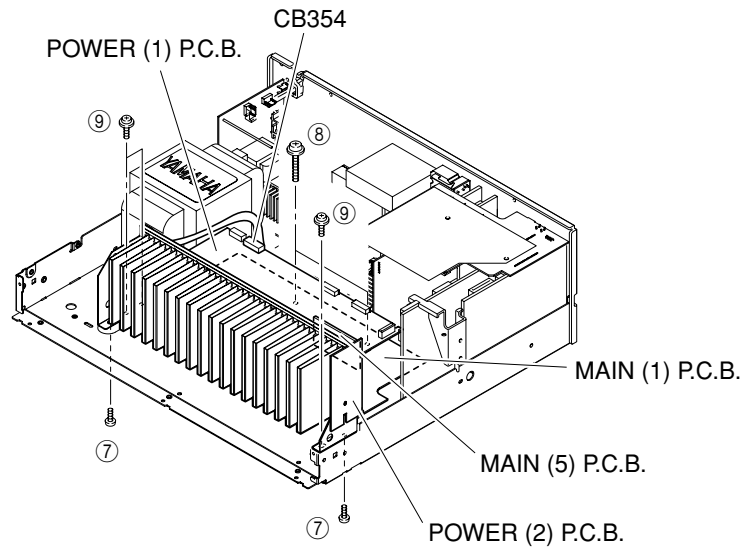

Fig. 5
5. Removal of MAIN (1), (5) and POWER (1), (2) P.C.B.s
- Remove CB354. (Fig. 5)
- Remove 2 screws (7), 2 screws (8) and 3 screws (9). (Fig. 5)
- Remove MAIN (1), (5) and POWER (1), (2) P.C.B.s. (Fig. 5)
5. MAIN (1)、(5)、POWER (1)、(2) P.C.B.の外し方
- CB354を外します。(Fig. 5)
- 7のネジ2本、8のネジ2本、9のネジ3本を外します。(Fig. 5)
- MAIN (1)、(5)、POWER (1)、(2) P.C.B.を取り外します。(Fig. 5)